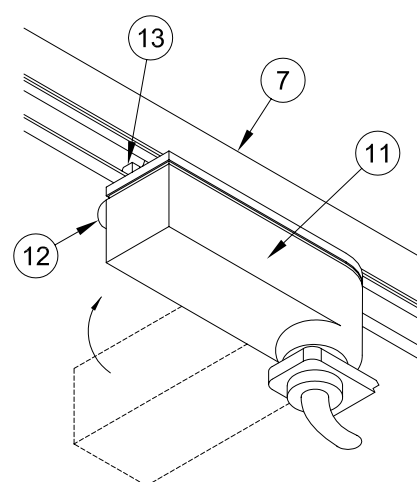

FIGURE 3
4.- Press Latch Button (12) up until Latch (13) is firmly engaged in Track. See Figure 3.
4.- Appuyez sur le bouton de sécurité (12) jusqu'à ce que le loquet (13) soit bloqué dans le rail. Voir la Figure 3.